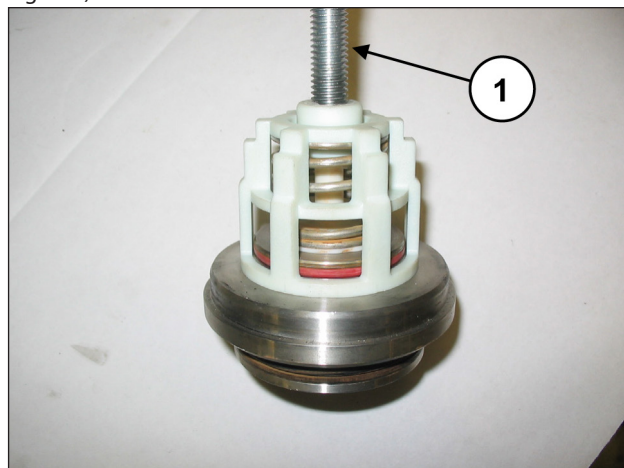

Fig. 114
Desmonte os grupos da válvula de aspiração e de fluxo, soltando um parafuso M10 de modo a pressionar na guia interna e extrair a guia da válvula do local da válvula (pos. ①, Fig. 114).